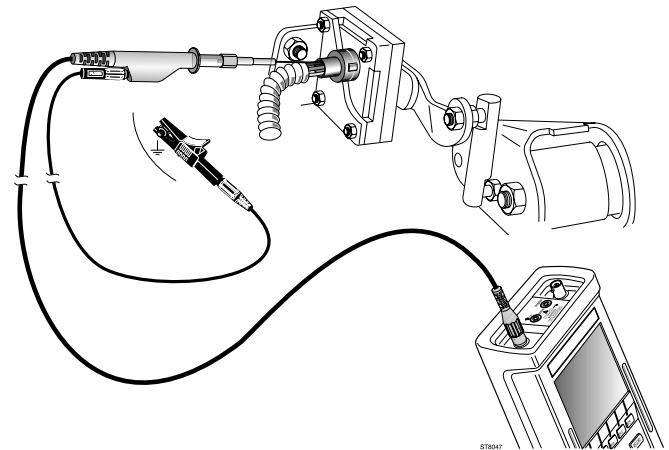

Bild 39, Testen eines Fahrzeughöhen-Sensors
3. Schließen Sie die Meßleitungen so an, wie dies von der Funktion **Anschlußhilfe** und in Bild 39 dargelegt wird.